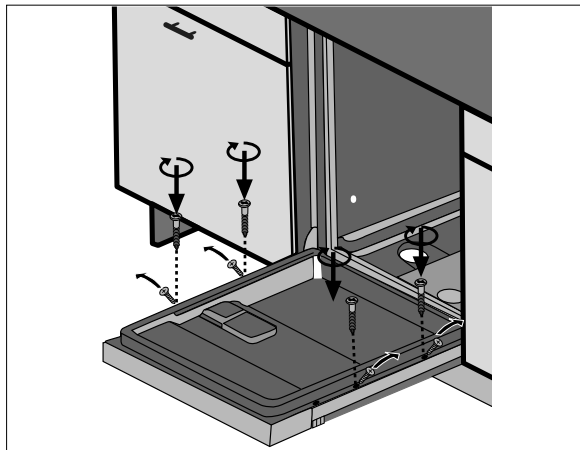

Abb. 15
- ▶ Schrauben Sie die 4 Schrauben an den Seiten heraus und die Frontblende mit den 4 beiliegenden Schrauben an (siehe **Abb. 15**).